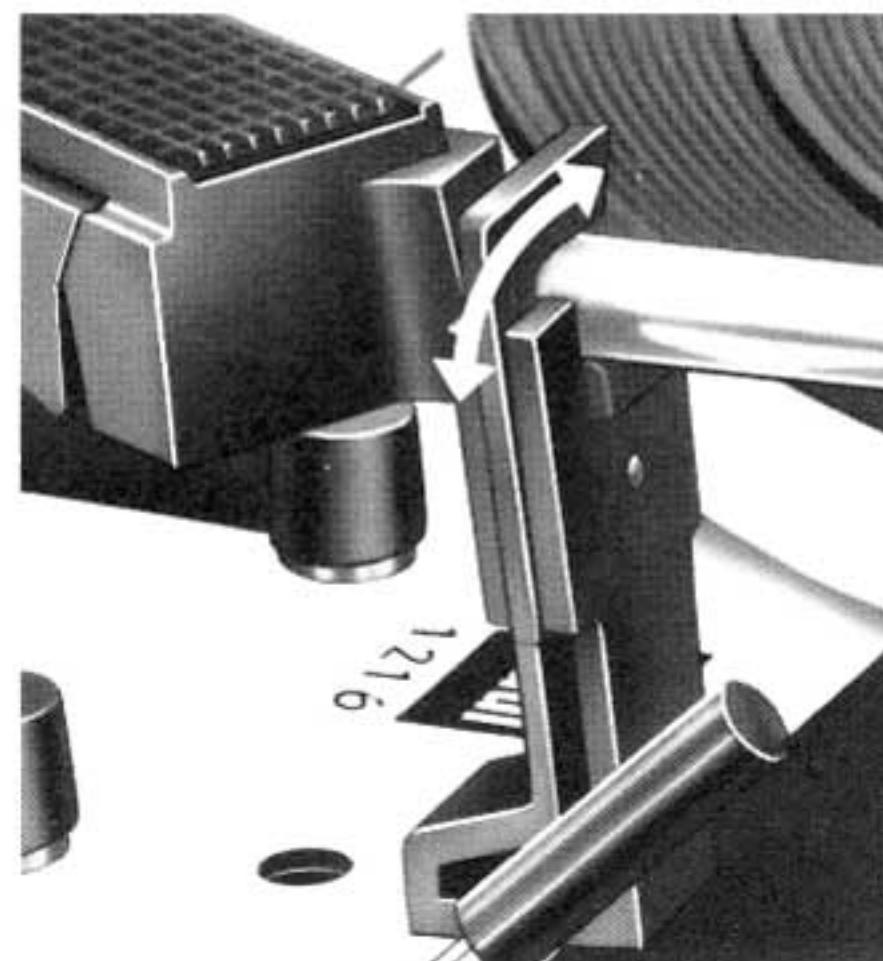

Fig. 7
Dann wählen Sie die erforderliche Plattenteller-Drehzahl ②, stellen die Drehtaste ⑯ auf den Schallplatten-Durchmesser (17, 25 oder 30 cm, bzw. 7, 10 oder 12") ein und entriegeln den Tornarm (Fig. 7).
Bemerkung: Nach dem Spielen der Schallplatte oder der letzten Platte einer Stapels kehrt der Tonarm automatisch auf seine Stütze zurück. Das Gerät schaltet sich aus. Es empfiehlt sich, nach Beendigung des Spieles den Tonarm zu verriegeln (Fig. 7).